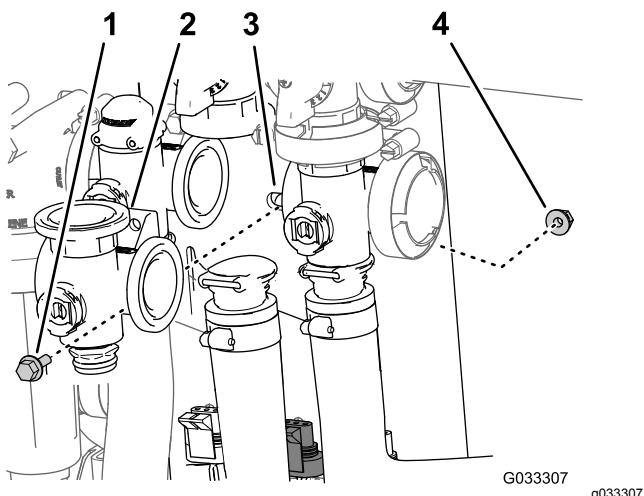

図 65
3. 搾拌バルブをバルブマウントに固定しているフランジヘッドボルトとフランジロックナットを外してバルブマニホールドを機体から取り外す 図 65。